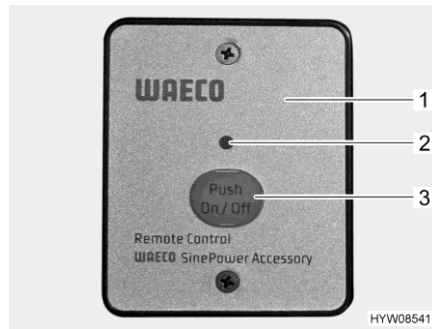

Fig. 104 Interruptor externo (ondulador)
El interruptor (Fig. 104,1) está instalado en un armario de pared en el lado izquierdo.
- Pulsar la tecla "On/Off" (Fig. 104,3). El LED (Fig. 104,2) está iluminado.
- Pulsar la tecla "On/Off" (Fig. 104,3). El LED (Fig. 104,2) se apaga.